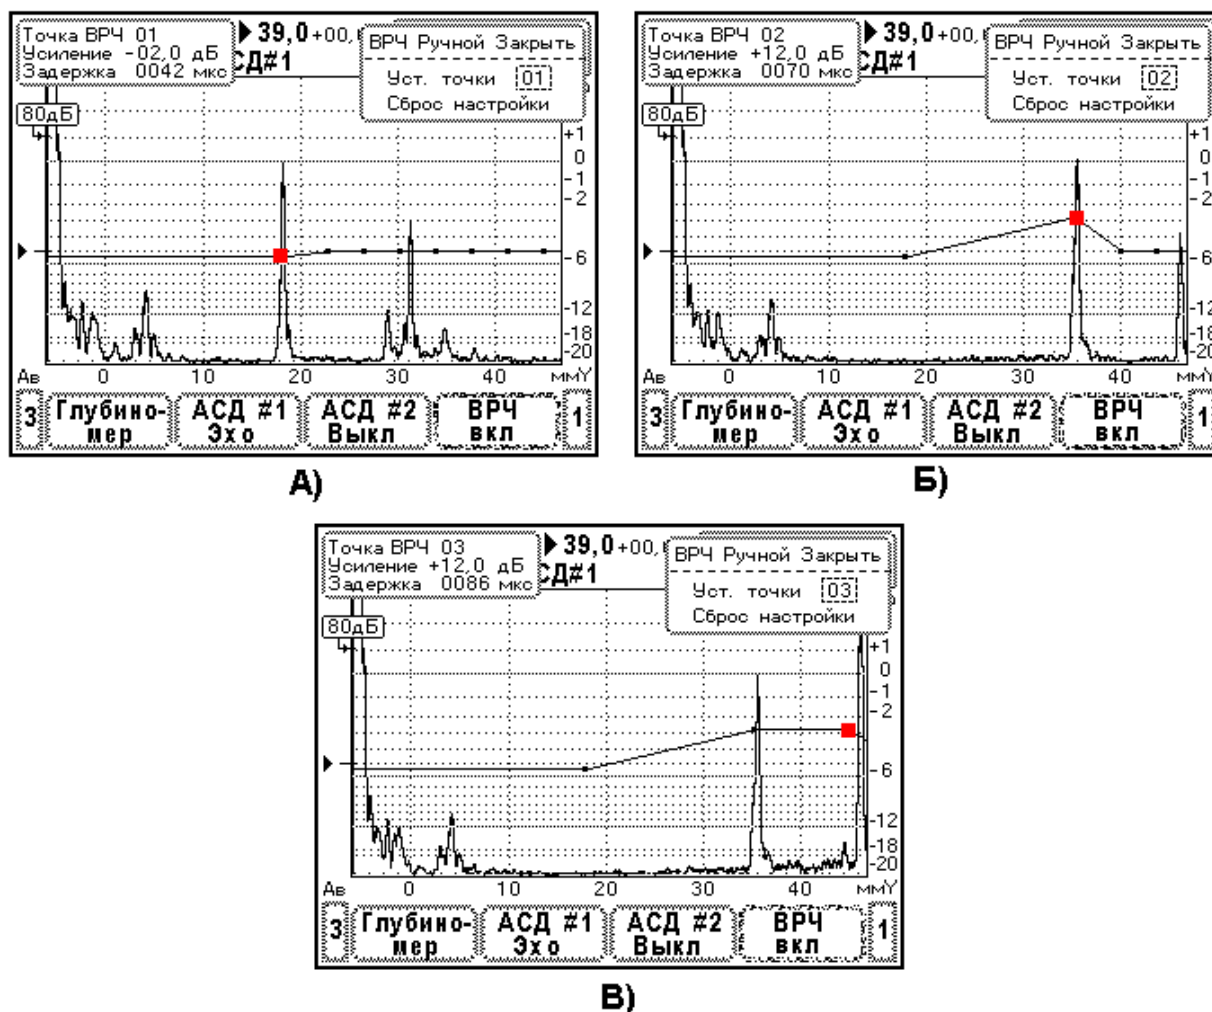

Рис. 9.4.13.3. Последовательность настройки ВРЧ в стиле «Ручной».
4. Выберите точку ВРЧ 03. Переместите ее в конец развертки и установите усиление в ней такое же как у точки ВРЧ 02 – Рис. 9.4.13.3.В.